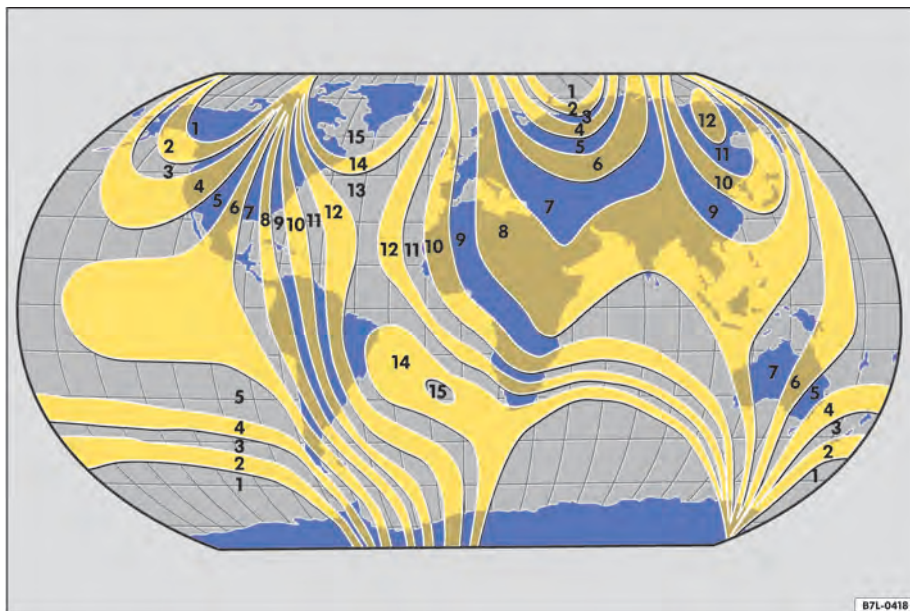

Fig. 14 Zonas da bússola.
- Selecionar a zona da bússola de acordo com o local atual ⇒ Fig. 14.